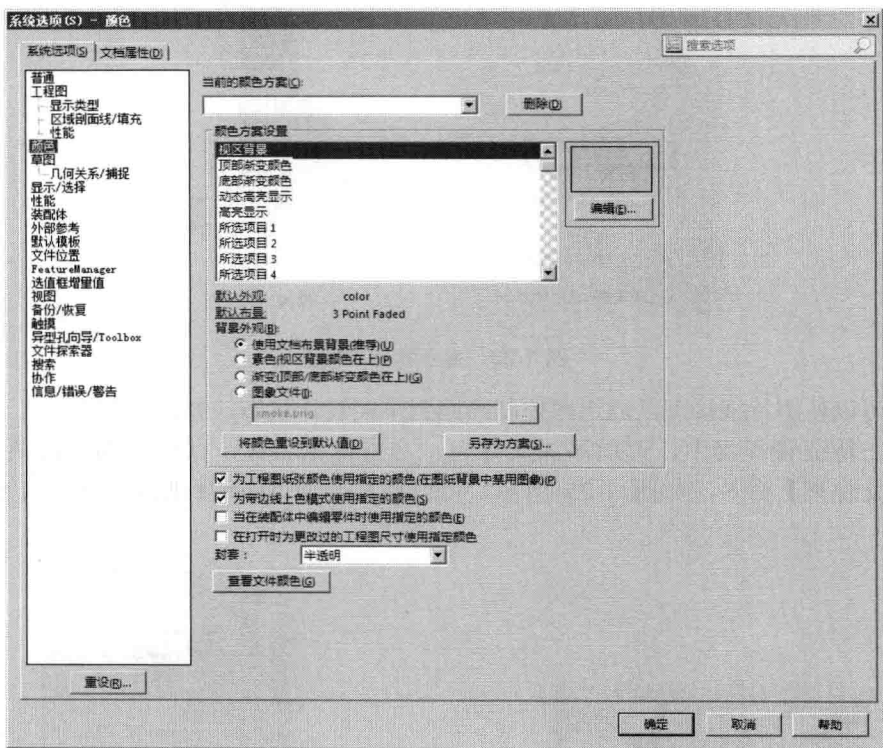

图 1-27 设置颜色
- (1) 选择【工具】|【选项】菜单命令，系统弹出【系统选项(s)-颜色】对话框。
- (2) 选择【颜色】选项，如图 1-27 所示。在【颜色方案设置】列表框中选择【视区背景】选项，然后单击右侧的【编辑】按钮。